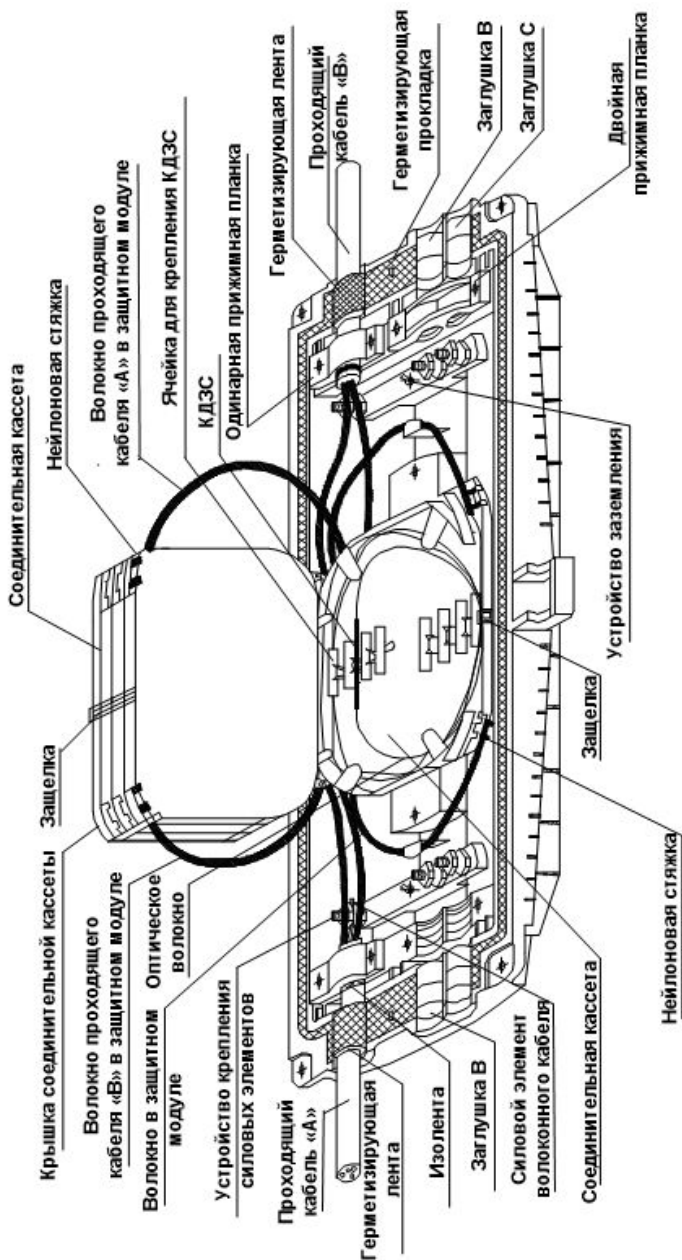

Рисунок 7 - Проверка монтажа
6. Герметизирующая прокладка уложена аккуратно и равномерно. В противном случае дефекты в герметизации необходимо устранить при помощи герметизирующей ленты. Смотрите рисунок 7.